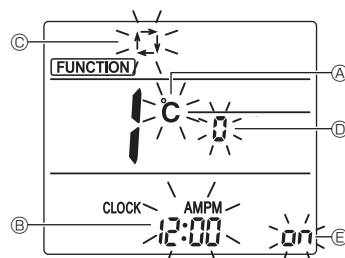

Fig. 7-12
3. Controleer of functienummer 1 wordt weergegeven en druk op de toets **SET** ③. Het scherm voor het instellen van de weergave wordt weergegeven. (Fig. 7-12)